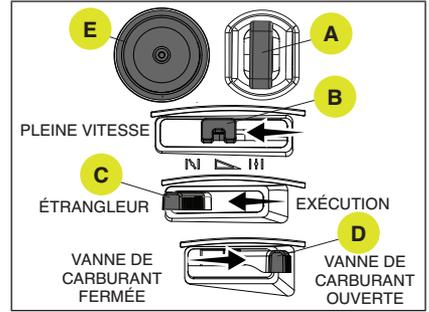

Figure 20
1. Assurez-vous que la clé du moteur (verrouillage de sécurité) (A) est insérée dans le trou de serrure.
2. Pour démarrer un moteur froid : (Fig. 20)
- 2a. Déplacez le levier de l'accélérateur (B) à pleine vitesse.
- 2b. Placez le levier d'étrangleur (C) en position étrangleur.
- 2c. Placez le levier d'arrêt du carburant (D) en position MARCHE.
- 2d. Amorcez (E) 3 à 5 fois.
- 2e. Placez le levier d'étrangleur (C) en position de marche une fois que le moteur commence à tourner après avoir tiré la poignée de démarrage à rappel ou utilisé le démarrage électrique.